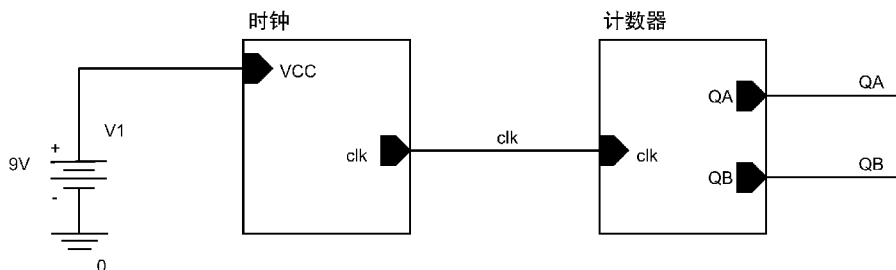

图 22.15 Test _ Clock > Digital Counter 原理图
8. 在 Test _ Clock 项目管理器中打开 Digital Counter 原理图，如图 22.15 所示。